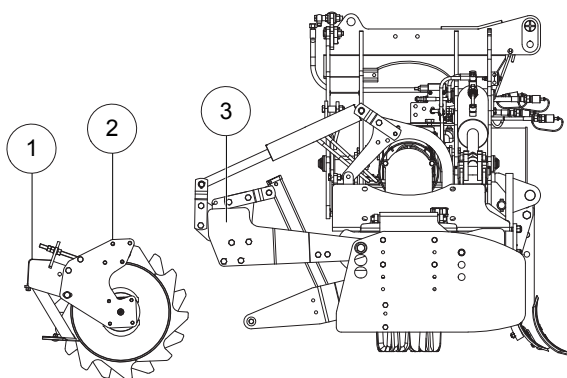

FIG. 9
- Die Drehungen der Schaber-Träger-Schiene blockieren (1, "Fig. 9").
- Die Walze auf den Boden mit Stützplatten (2, "Fig. 9") in die Richtung des Aufbaus setzen.
- Die Walzenträgerschiene (3, Fig.9) mit geeigneten Untersetzer stützen, um die Einsetzung der Walze zu arrangieren.